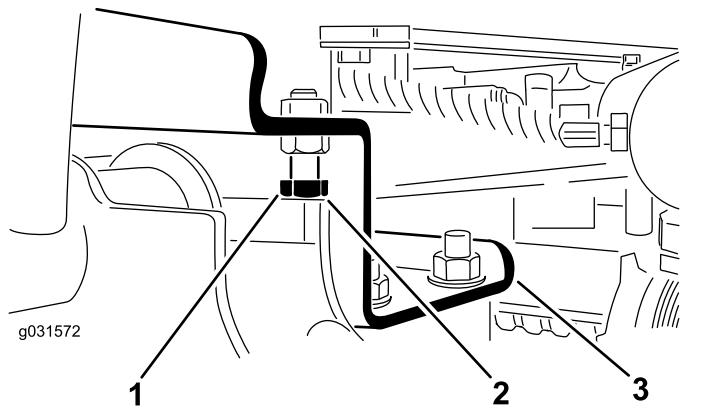

図 13
- ストップボルトを戻す図 13。
2. 各昇降アームとストップボルトとの隙間が、図13のように 0.13-1.02 mm の間にあるかどうか点検する。